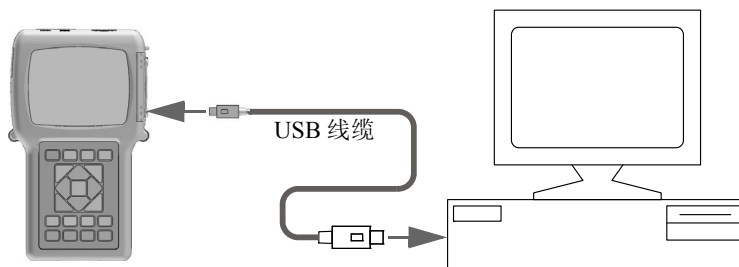

图 14-1 将 38DL PLUS 仪器连入计算机
8. 将 USB 线缆的一端连接到 38DL PLUS 仪器 I/O 舱盖下的 USB 从接口上；另一端连接到计算机的 USB 端口上（参见第 216 页的图 14-1）。